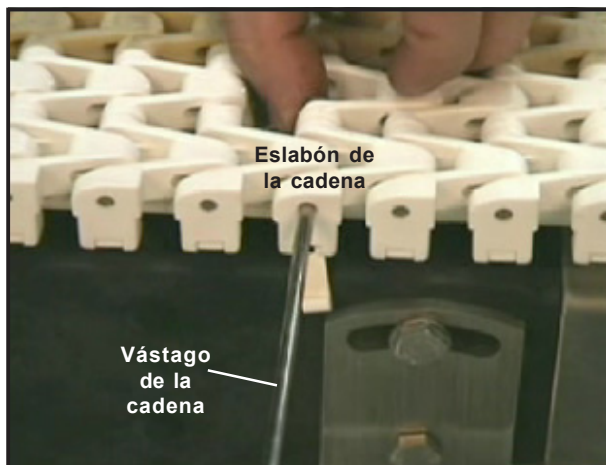

Figura 31: Introduzca el vástago de la cadena a través de los eslabones
- Introduzca la cadena en torno a la transmisión (A) tirando del extremo de la cadena para rodear el área o (B) rotando manualmente el eje motor. NO empuje la cadena dentro de la/s rueda/s dentada/s de la transmisión, ya que la cadena comprimida no podrá conectarse adecuadamente a tales ruedas. Si se realiza el procedimiento correctamente, la cadena se cargará con fluidez.
- Inserte el vástago de la cadena en uno de los lados, y vuelva a conectar cada eslabón a medida que hace pasar el vástago (Figura 31).